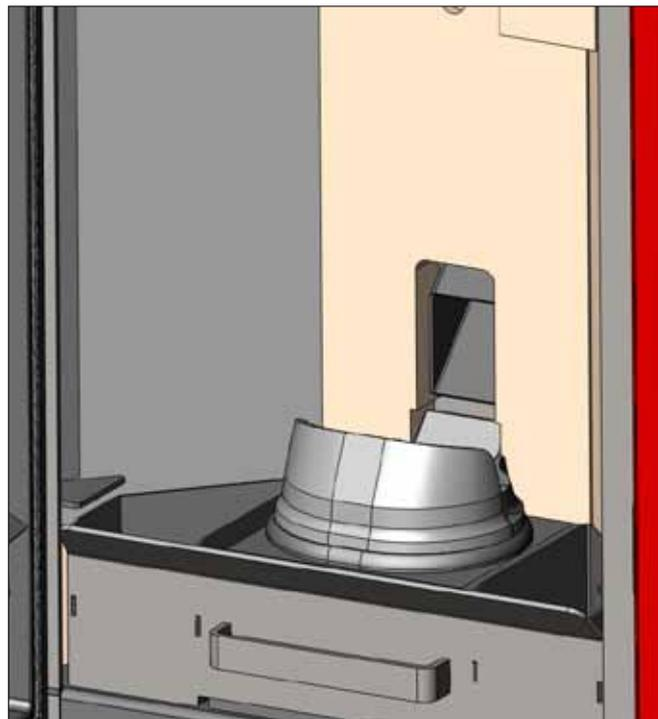

fig. 2
**Quindi prima dell'accensione della termostufa, assicurarsi che i crogioli siano accoppiati correttamente come indicato in (fig. 2) senza presenza di cenere o incombusti sul perimetro di contatto.**